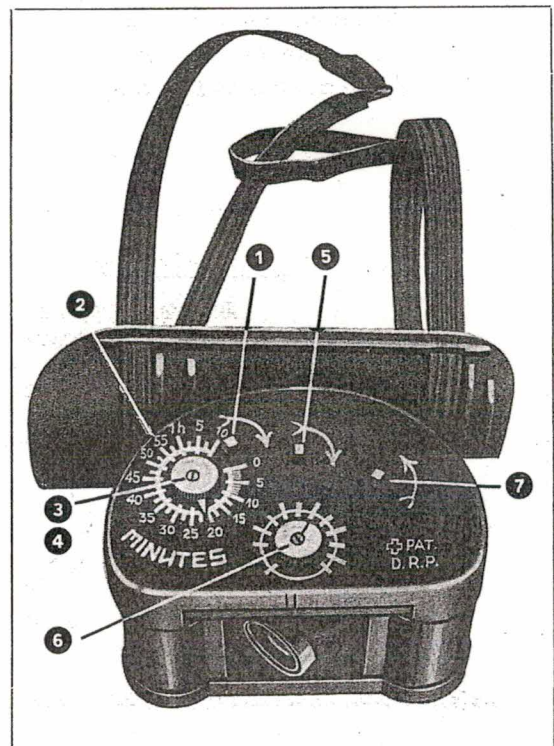

Abbildung 1
Ein wesentliches Merkmal dieser Art Panorama-Kamera liegt darin, daß der Zeitablauf vom Moment der Betriebsbereitschaft bis zum Beginn der Aufnahmen schon zum voraus genau eingestellt werden kann. Diese Einstellung geschieht mittels des sogenannten Vorlaufwerks. Es ist dies ein Uhrwerk, das an der Vierkantachse ① der Abbildung 1 mit einem dem Apparat beigegebenen Schlüssel in der auf dem Front-Panell angedeuteten Pfeilrichtung aufgezogen wird (**maximal 2 Umdrehungen**).